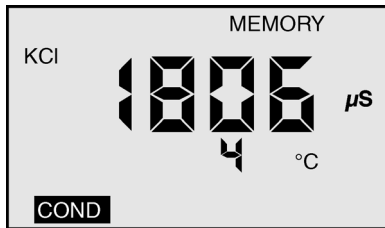

Figure 5
2. 出现 **MEMORY（内存）** 图标，且温度显示短暂被数字（1-100）取代，该数字表示记录的位置。Figure 5 显示读数 1806  $\mu\text{S}$  存储在内存记录中第 4 条。